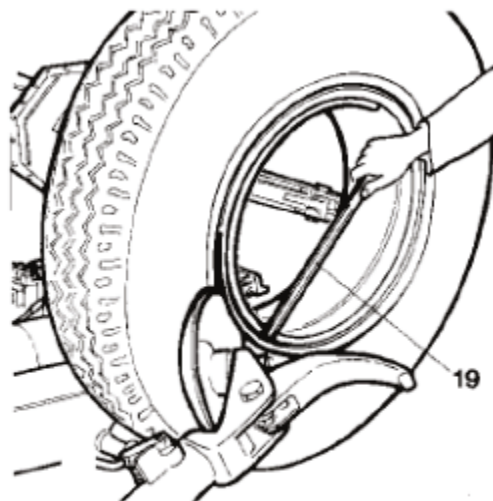

Рис. 30
- 6) Повторите процедуру, но на этот раз устанавливайте диск к разъемному кольцу (см. рис.30), чтобы освободить стопорное кольцо. Снимите его при помощи специального рычага 19 (рис 30) или ролика.